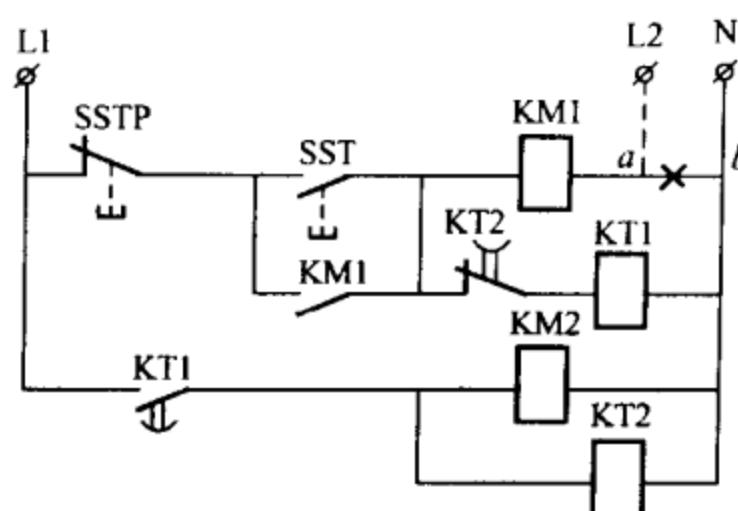

图 3-16 接触器 KM1 替代改接线示意图
(2) 某电热装置需要热元件通电加热后，按一定间隔时间接通或断开风冷却电动机。其局部控制线路如图 3-16 所示。原控制电压为 220V，当控制电热装置的主接触器 KM1 改用 380V 规格时，将 ab 处断开，a 处接 L2 相，结果将出现 SST 未按下（装置尚未加热），由 KM2 控制的风冷却电机就会自行转动→停止→转动……，原因是因为时间继电器 KT1 阻抗远大于 KM1，L2 相与中性线 N 之间的 220V 电压几乎全部落在 KT1 两端，使 KT1 吸合，其动合触点延时一定时间闭合，接通 KT2 与 KM2，由 KM2 控制的风冷电机转动起来。KT2 的动断触点延时一定的时间后断开，使 KT1 失电释放，KT1 动合触点瞬时断开，切断 KT2 和 KM2，同时 KT2 的动断触点复位，又使 KT1 得电重复上述动作。
②互换支路中仅有动断触点时，则应具体分析电路。如果应先动作的继电器、接触器在互换代用后会发生误动作，即本身不先动作或不动作，如图 3-16 中的 KM₁。应将其动合触点串入并联支路中，如图 3-16 中，因 KM₁ 在 KT₁ 前动作，只要将 KM₁ 的一个辅助动合触点串入 KT₁ 支路中即可。若互换代用的继电器、接触器在互换后仍会先动作而无误动作的可能，则不必如此。